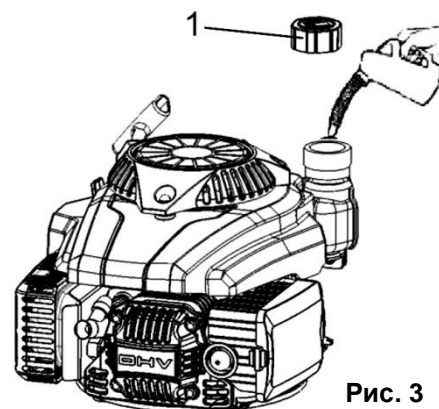

Рис. 3
- Открутите топливную крышку (1)(См. Рис.3). Аккуратно залейте в топливный бак бензин.